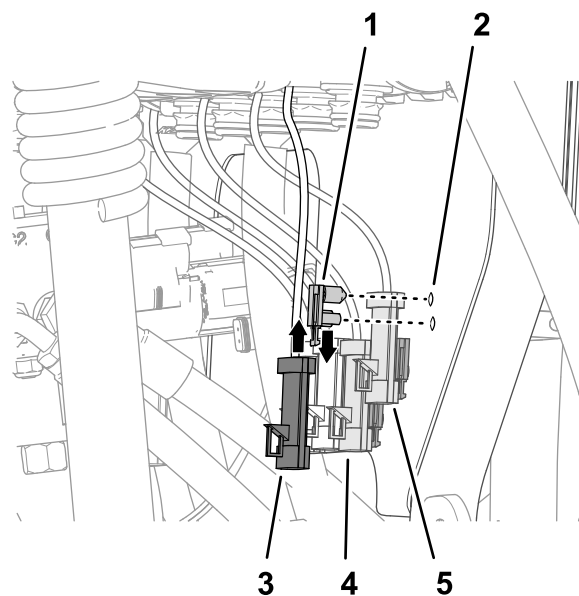

Figura 114
1. Monte os fixadores de pressão do fixador do conector nos furos na montagem da válvula (Figura 114).